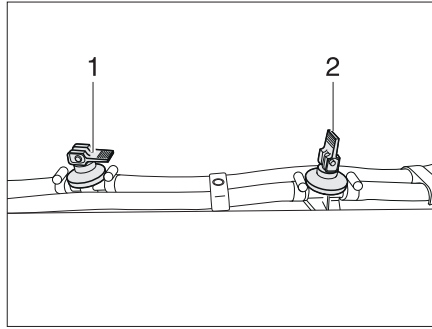

Fig. 375 Robinet de vidange
- Fermer tous les robinets de vidange. Placer le levier à bascule (Fig. 375,1) en position horizontale.